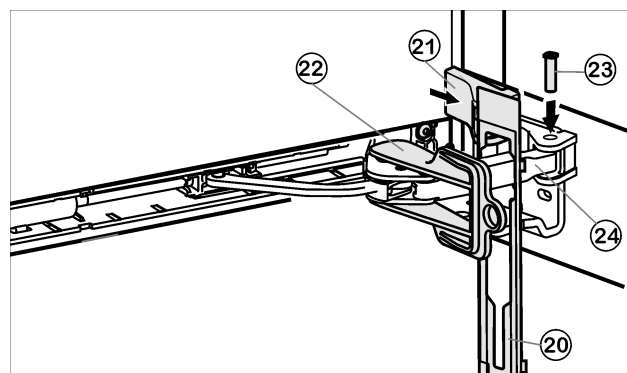

Fig. 15
- Suspenda el panel Fig. 15 (20) en el estribo del amortiguador, de modo que los ganchos de retención estén orientados hacia delante y el lado delantero esté orientado hacia al aparato.
- Acerque el estribo del amortiguador Fig. 15 (24) a la pieza de cojinete e introduzca el perno Fig. 15 (23) desde arriba, de modo que el cuadrado esté en la parte hundida.
- Coloque y encaje la cubierta Fig. 15 (21).
- Retire el seguro Fig. 15 (22) girándolo.
- Encaje el panel Fig. 15 (20) en la puerta.